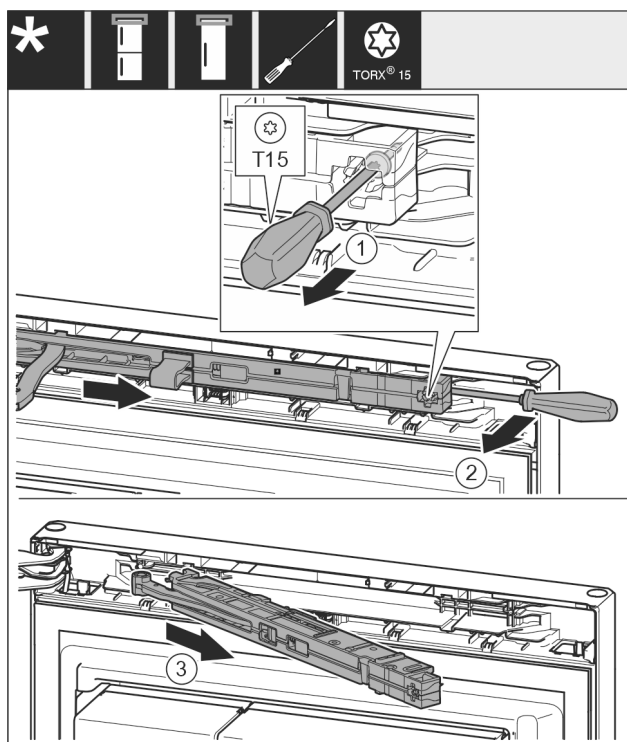

Fig. 8
- ▶ Przy pomocy śrubokręta T15 odkręcić śrubę na amortyzatorze zamykania drzwi ok. 14 mm. Fig. 8 (1)
- ▶ Od strony uchwytu, za amortyzator zamykania drzwi wsunąć śrubokręt i obrócić jednostkę do przodu. Fig. 8 (2)
- ▶ Wyjąć amortyzator zamykania drzwi. Fig. 8 (3)